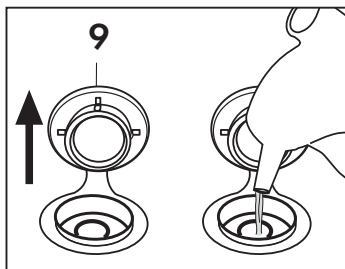

Fig. 7
Aprire manualmente il tappo di riempimento acqua (9); capovolgere la bottiglia sul foro della caldaia, vuotare l'acqua all'interno di essa; . Successivamente, quando il serbatoio è pieno d'acqua, chiudere il tappo (9) (**Fig. 7**)